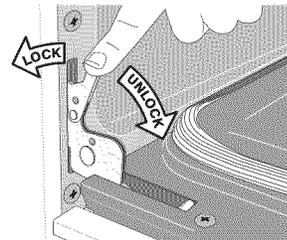

Figure 22 : Verrous de charnière de porte
2. Abaissez complètement les verrous des charnières de gauche et de droite du cadre de la cuisinière vers la porte du four (Voir Figure 22). Vous pourriez avoir besoin d'un petit tournevis à tête plate.
4. Poussez les verrous des charnières de droite et de gauche vers le haut et dans le cadre du four jusqu'à ce qu'ils soient en position verrouillée (Voir Figure 22).